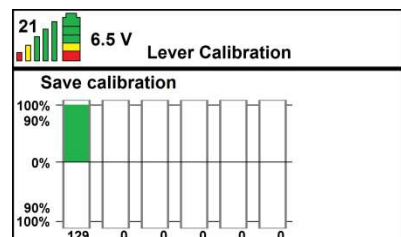

Figure: 21
- Appuyez sur la touche (✓) et vous arrivez dans l'écran suivant. Vous voyez save calibration. Si vous actionnez maintenant un levier, la barre va se colorer en vert à nouveau pour la direction que vous commandez. Au maximum vers l'avant ou vers l'arrière, la barre verte se remplit à 100%. Si c'est bien le cas, enfoncez la touche (✓) pour enregistrer les réglages. (Voir Figure 21).